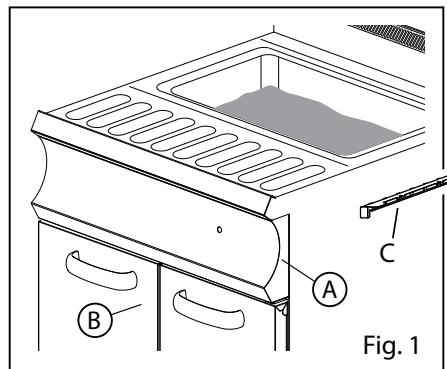

Fig. 1
- Chiudere il rubinetto di intercettazione a monte dell'apparecchiatura (Fig. 1);
- Chiudere il rubinetto di intercettazione a monte dell'apparecchiatura (Fig. 1).
- Sostituire l'iniettore pilota (Fig. 1) con quello corrispondente al gas prescelto secondo quanto riportato nella Tabella di riferimento (vd. Dati Tecnici)
- Svitare la vite di blocco (Fig. 1).
- Dove previsto impostare la distanza (X) mm della boccola corrispondente al gas prescelto (vedi Tabella Gas di riferimento).
1. Smontare il cruscotto e le manopole (Fig. 1/A)
2. Aprire la/e porta/e dell'apparecchiatura (Fig. 1/B)
- Rimuovere il porta bulbo e il bulbo (Fig. 1/C)